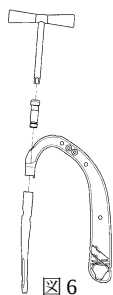

図 6
- ネイルとターゲットデバイスをネイル接続ネジでネイル接続ネジ用T レンチを用いて確実に固定します。（図6）